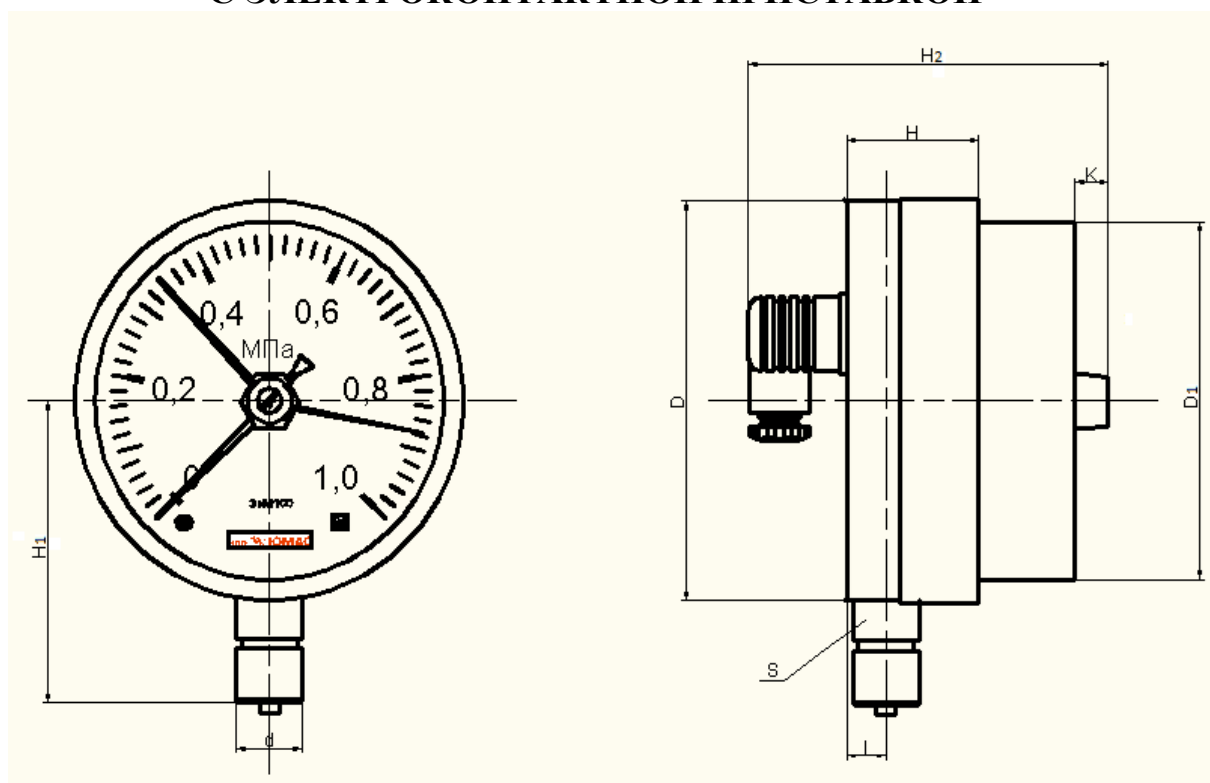

Рис. 1
- 2.10 Габаритные и присоединительные размеры приборов не превышают указанных на рис.1, 2.
б) приборы с электроконтактной приставкой(рис.1) – обе сигнальные стрелки устанавливаются в нужное положение путем нажатия отверткой (в нержавеющей корпусе - специальным ключом) на триб перевода и его вращения.